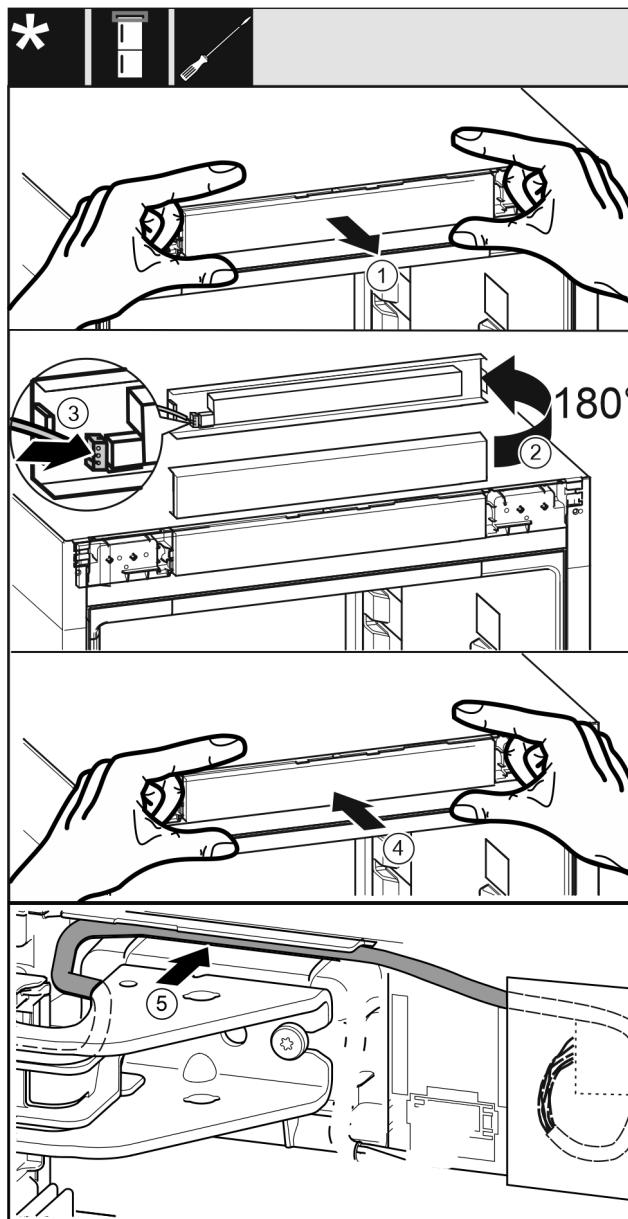

Fig. 38
- ▶ 小心地取出控制面板 Fig. 38 (1)。
- ▶ 将控制面板 Fig. 38 (2) 向上旋转 180°。
- ▶ 将插头 Fig. 38 (3)卡紧在控制面板上。
- ▶ 将控制面板 Fig. 38 (4)重新卡紧在冰箱上。
- ▶ 将电缆 Fig. 38 (5)通过上方托架小心地放置到导向装置中。